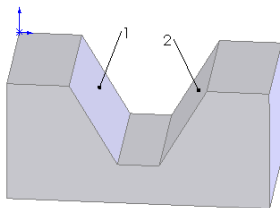
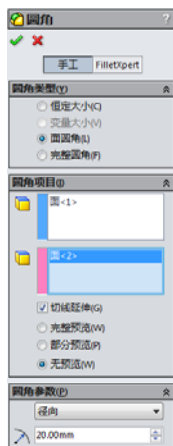

图 3-95 拉伸的图形
图 3-96 “圆角”属性管理器
**04** 设置视图方向。单击“标准视图”工具栏中的“旋转视图”图标，将视图以合适的方向显示，结果如图 3-95 所示。
**06** 设置属性管理器。在“圆角类型”一栏中，选择“面圆角”复选框；在“圆角项目”的“面组 1”一栏中，选择图 3-95 中的面 1；在“圆角项目”的“面组 2”一栏中，选择图 3-95 中的面 2；在“圆角项目”的“半径”一栏中输入值 20mm，其他设置如图 3-96 所示。